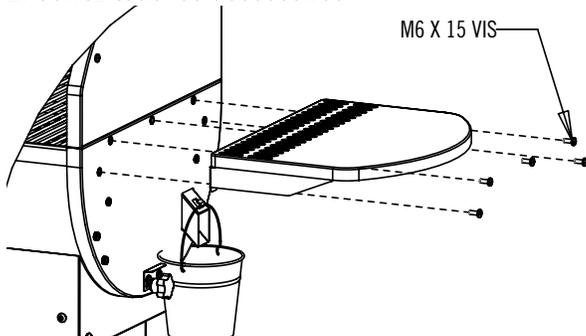

FIG. 12
1. Installer l'étagère comme illustré à la Fig 12.